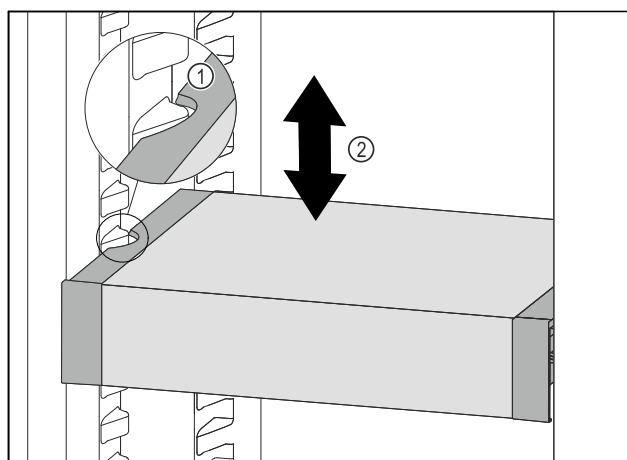

Fig. 121
- VarioSafe nach vorne ziehen, bis sich die seitlichen Aussparungen des VarioSafes auf Höhe der Behälterrippe im Kühlteil befinden. Fig. 121 (1)
- VarioSafe im Kühlteil nach oben oder unten bewegen, bis gewünschte Höhe erreicht ist. Fig. 121 (2)